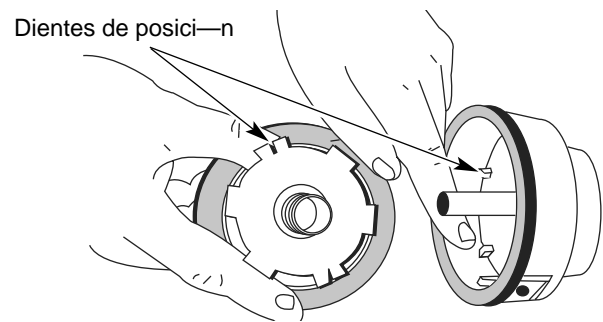

Fig. 14
6. Verifique el desgaste de los dientes de posición del carrete interior y bobina exterior (Fig. 14). Si es necesario, saque la rebaba o cambie el carrete y la bobina.